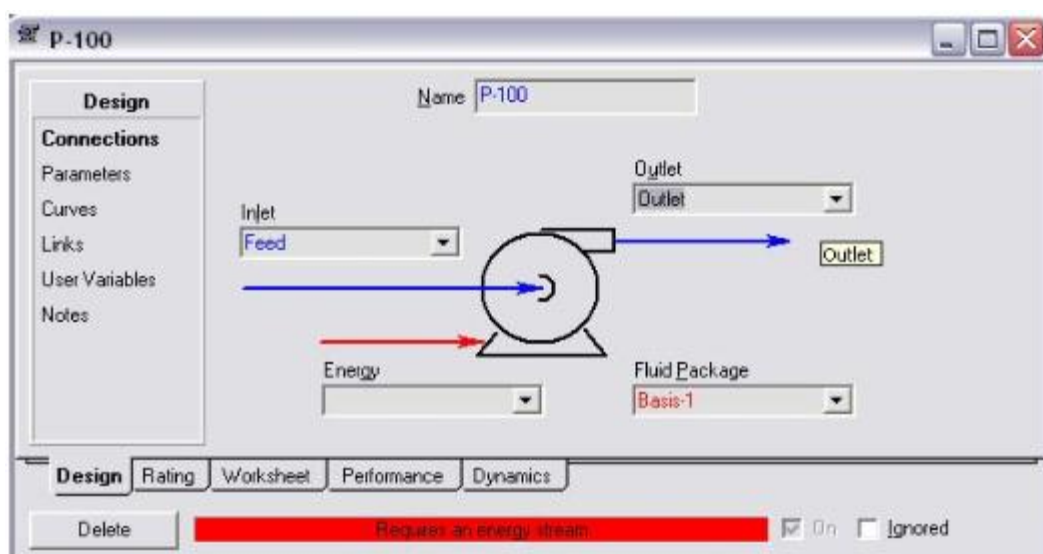

Fig.IV.3
- Dans **inlet**, faites défiler vers le bas pour sélectionner *Feed* et *Outlet* dans **Outlet** comme indiqué sur Fig.IV.3,